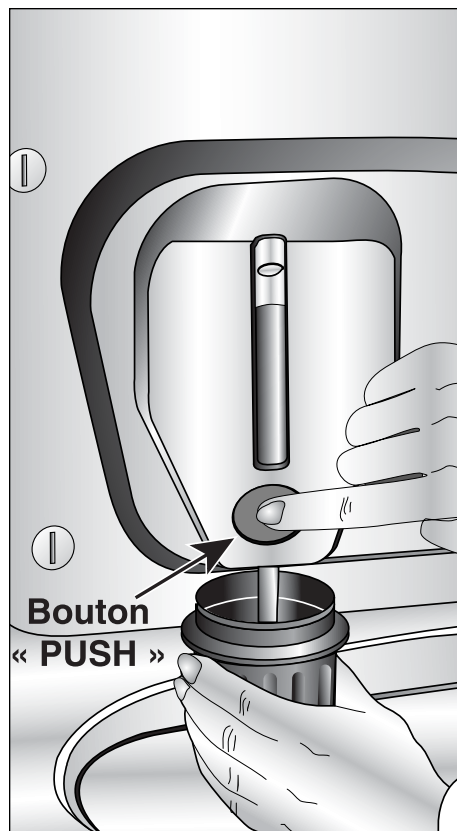

Figure 2
7. Mettre le capuchon de votre marque de détergent sous le bouton « PUSH ». Remplir, en appuyant sur le bouton « PUSH » de façon continue, le capuchon de détergent au distributeur en y mettant la quantité qui convient à une charge moyenne (figure 2). Mettre le détergent qui se trouve dans le capuchon dans la cuve ou le remettre dans le distributeur après avoir enlevé le capuchon de remplissage.